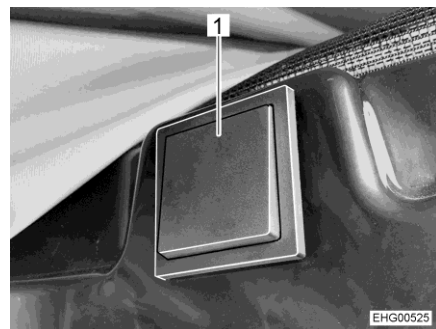

Bild 53 Knapp för elektrisk upplåsning
Knappen för elektrisk upplåsning (Bild 53) finns på höger sida i området ovanför skjutdörren.
- Tryck på knappen (Bild 53,1) under minst 2 sekunder.